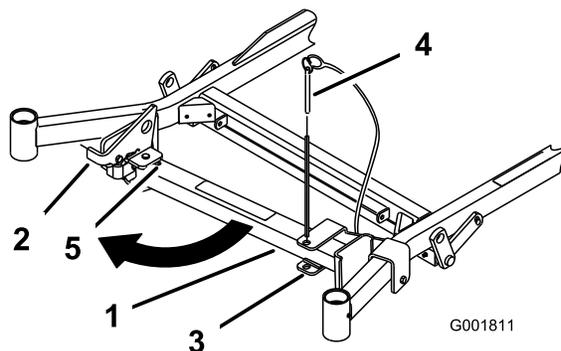
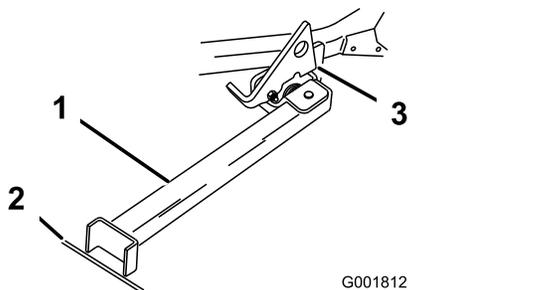

Рисунок 44
Рисунок 45
2. Извлеките штифт кронштейна (Рисунок 44).
- Поверните опорную стойку вперед и наружу и задвиньте ее в сторону машины, в нижнюю часть паза (Рисунок 44 и Рисунок 45).
- Установите башмак опорной стойки на землю и опустите защелку на выступ шарнира (Рисунок 45).
Примечание: Для наилучших результатов установите башмак опорной стойки в место стыка плит пешеходной дорожки или в грунт (Рисунок 45).
- Наезжайте машиной на опорную стойку. Остановите машину, когда защелка опустится на выступ в заблокированное положение (Рисунок 45).
- Верните опорную стойку в положение хранения (Рисунок 44).